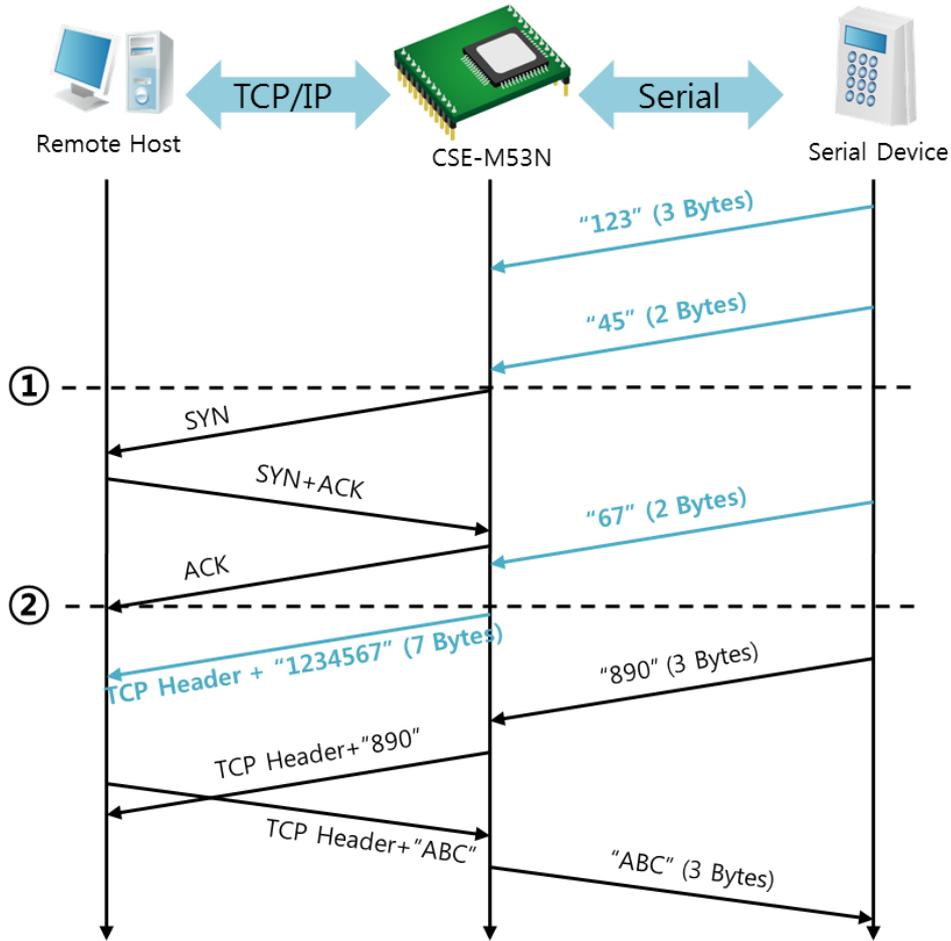

图 6-5 连接前数据大小为5的情况
就如图 6-5中所示CSE-M53N在串行数据为5字节时，立即发送邀请。另外，在TCP连接邀请前始点①进来的串行数据“123”，“45”与结束TCP连接始点②前进来的数据“67”依据[连接前数据大小]为0以外的值设定情况构成连接后传送到远程HOST。